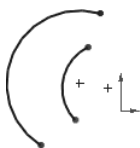

图 4.13.2 绘制两段圆弧
Step1. 绘制圆弧。选择 **工具(T)** → **草图绘制实体(K)** →  **圆心/起/终点画弧(A)** 命令，在图形区绘制图 4.13.2 所示的两段圆弧。